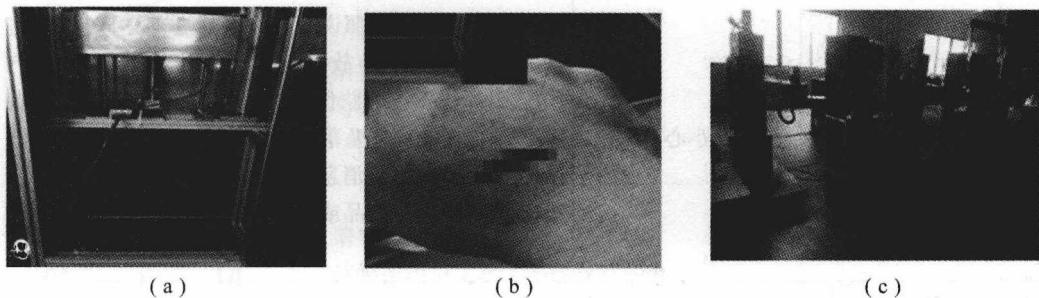

图1-3 模拟冲压设备切伤手背现场
(3) 2017年5月7号上午,佛山华数工程中心一名员工在一楼展示区调试新组装的模拟冲压设备内部时,右手手背被气缸组件切伤,如图1-3所示。